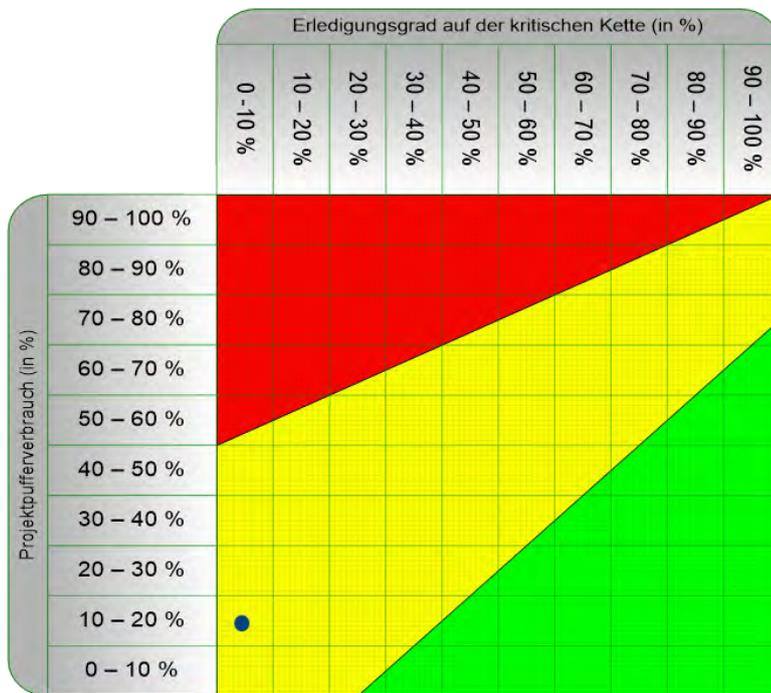

Bild 2: Visualisierung des Projektstatus (Quelle: VITEM GmbH Co. KG).
3. Stellen Sie den damit ermittelten Projektstatus als Punkt in einer Matrix wie in Bild 2 dar.
Sie können sich an dem in Bild 2 und 3 gegebenen Beispiel orientieren oder die Grenzen zwischen Rot, Gelb und Grün in Ihrer Fieberkurve individuell legen. Im Idealfall bewegt sich das Projekt im gelben Bereich bis zum Endpunkt und wird mit einem geringen Restpuffer fertiggestellt. Im Gegensatz zur traditionellen Terminplanung ist beim CCPM der Puffer explizit dazu da, aufgebraucht zu werden!. Je enger Sie den gelben Bereich setzen, desto weniger Variabilität lassen Sie zu und desto leichter kommen Sie in